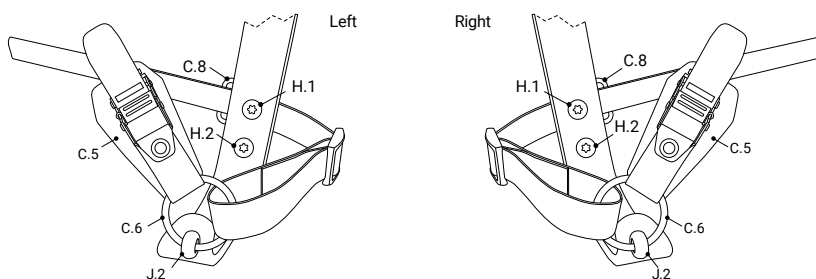

Figura 4: Correias com fivelas de catraca inferiores
Para a fixação, são necessários dois parafusos de olhal M8x9 (J.2). Posicione-os conforme ilustrado na Figura 4 ou 5. Fixe os parafusos de olhal com um fixador de roscas de alta resistência.
Passo o anel metálico (C.6) pelo parafuso de olhal e posicione a correia e a fivela conforme ilustrado na Figura 4 ou 5. O anel metálico deve passar completamente pelo parafuso de olhal.
Desaperte e retire os parafusos superior e inferior da ponteira. Coloque a tira do ilhó-guia (C.8) no rebaixo entre a haste (A) e a ponteira (B). Posicione o ilhó de guia conforme ilustrado na Figura 4 ou 5. Utilize os parafusos M8x25 fornecidos (H.2) nas fixações superior e inferior para prender a ponteira à haste. Certifique-se de que a fixação superior da ponteira passa através do orifício da tira do ilhó-guia. Passe a tira Classic através do ilhó.